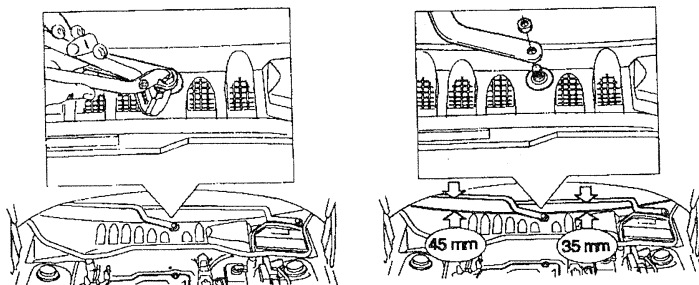

Рис. 7.78.
87. Удалить рычаг стеклоочистителя (см. рис. 7.78) и панель задней торцевой двери (см. стр. 77). Удалить гайки стеклоочистителя и разъединить электрическое соединение.
90. Рычаги стеклоочистителя удаляют, как показано на рис. 7.78.